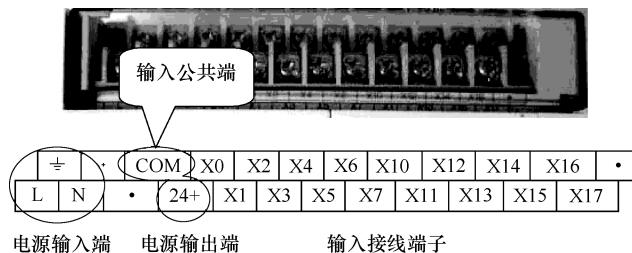

图 1-16 PLC 输入接线端
输入接线端可分为电源输入端、电源输出端、输入公共端 (COM) 和输入接线端子 (X) 三部分, 如图 1-16 所示。